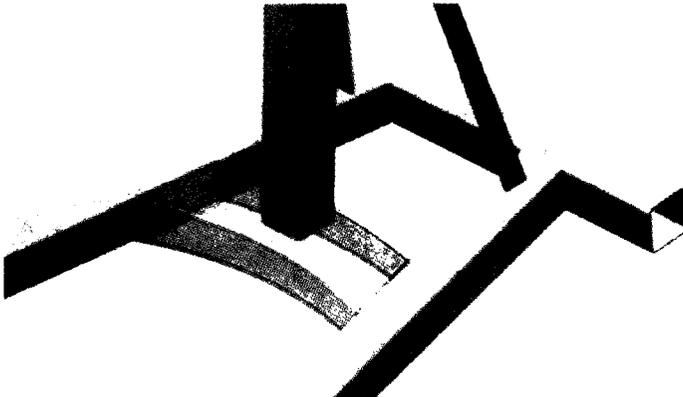

Рис. 11.14. Изменение семейства части рамы
6. Поверните деталь, чтобы увидеть изменения в сборке, как показано на рис. 11.14⁴.